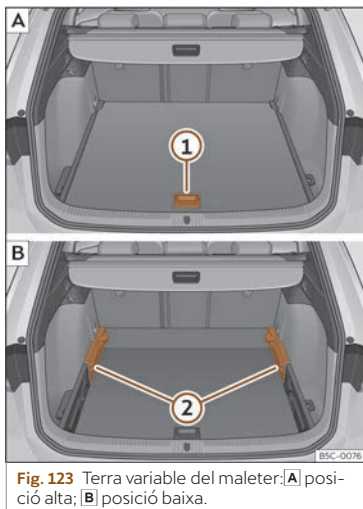

Fig. 124 Terra variable del maleter: posició inclinada.
- Recolzeu el terra sobre els espais previstos per a aquest ús»» fig. 124 (fletxes).